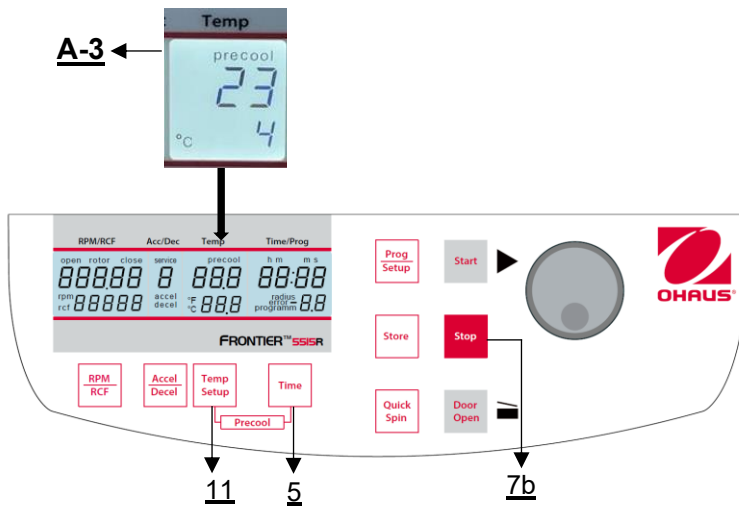

Figure 20
Si les échantillons sont sensibles à la température, il est utile de pré-refroidir la centrifugeuse, le rotor et éventuellement les Nacelles à la température de travail requise. Pour ce faire, insérer le rotor désiré et régler la température correspondante. En appuyant simultanément sur les touches "**Temp/Setup**" (11) et "**Time**" (5), vous pouvez démarrer la centrifugation (**Figure 20**). En cours de fonctionnement, l'appareil choisit automatiquement une vitesse de rotation équivalente à 30 ou 50 % de la vitesse de rotation autorisée pour le rotor concerné (en fonction du rotor). Une fois que la température prédéfinie est atteinte, vous pouvez quitter le cycle de pré-refroidissement en appuyant sur la touche "**Stop**" (7b).